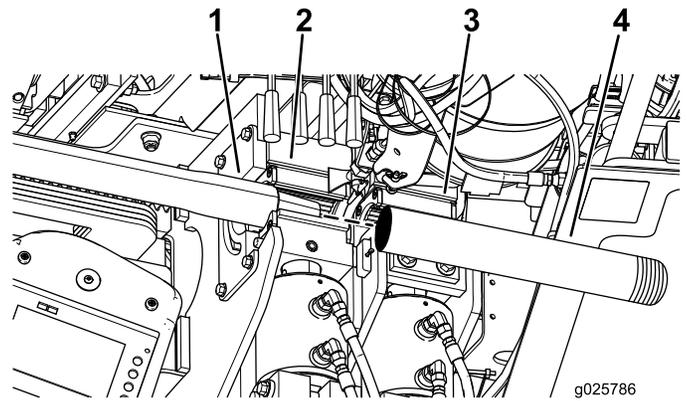

Bild 88
- Ziehen Sie das Gestängerohr und die Führungsstange zurück durch die Rohrführung in die Schlüssel. Richten Sie dabei die dickere obere Verbindung der Führungsstange auf den oberen Schlüssel aus (Bild 88).